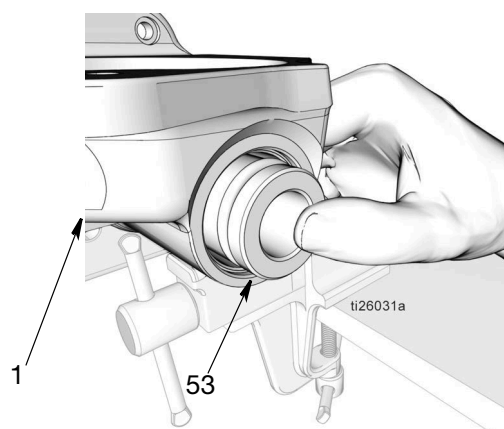

FIG. 42
- d. Appuyer avec les pouces pour introduire le manchon (53) dans la base de la pompe (1). Ensuite, à l'aide d'une tige tendre, enfoncer le manchon aussi loin que possible (FIG. 42).